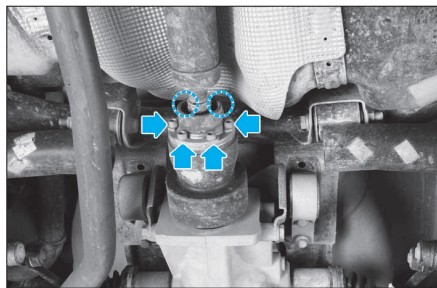

FIG. 17
- Déposer les vis de fixation (Fig.17).